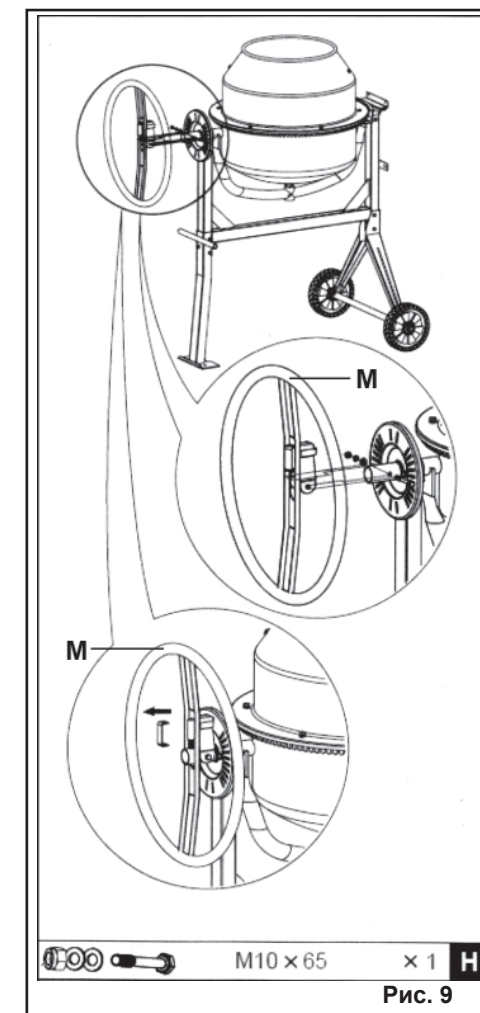

Рис. 9
6.8. Установите штурвал (М) на ступицу скобы, как показано на Рис. 9. Демонтируйте скобу удерживающую пружину в сжатом состоянии и закрепите штурвал (М) на ступице используя комплект крепежа из пакета **H**.